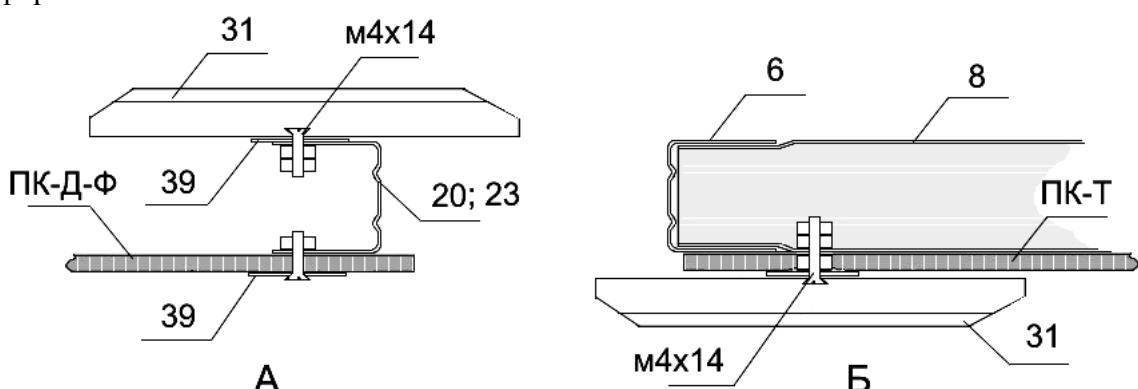

Рис. 17
**5.2. Рис. 17-А - УСТАНОВКА ВЕРТУШКА ВНУТРИ ТЕПЛИЦЫ.**
**5.3. Рис. 17-Б – УСТАНОВКА ВЕРТУШКА СНАРУЖИ ТЕПЛИЦЫ.**